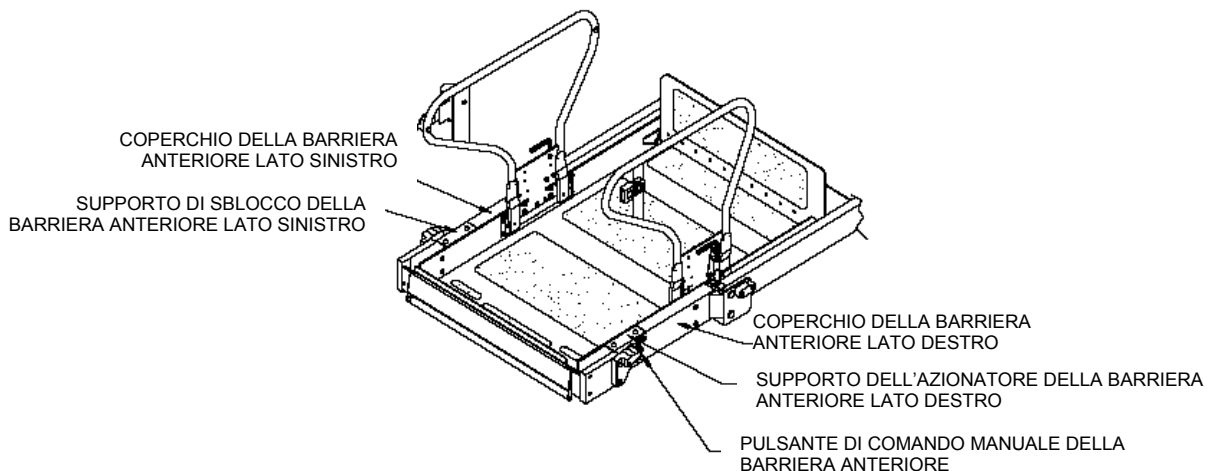

FIGURA 4-3: COPERCHI D'ACCESSO PER IL MECCANISMO DELLA BARRIERA ANTERIORE
3) Consultare la **Figura 4-3**. Rimuovere i coperchi sinistro e destro dalla barriera anteriore (sono presenti quattro viti con rondella su ogni lato).